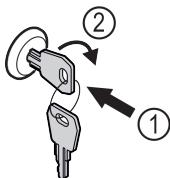

Fig. 123
- Uvucite ključ Fig. 123 (1).
- Okrenite ključ za 90° nadesno Fig. 123 (2).